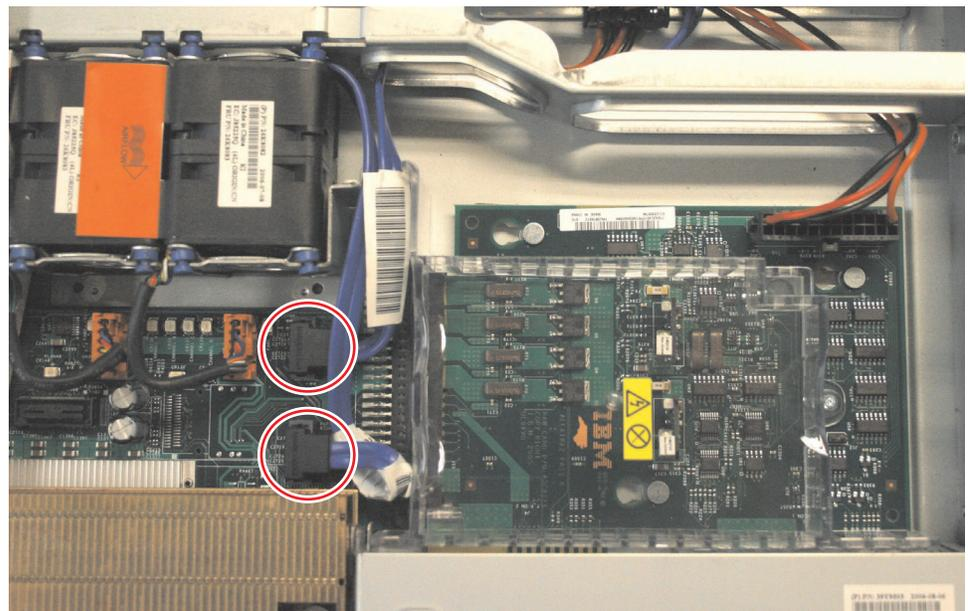

図 122. SAN ボリューム・コントローラー 2145-8G4 ディスク・ドライブ・バックプレーンコネクター
8. 図 122 に示すようにシステム・ボードから 2 本の青色の信号ケーブルを外し、電源機構バックプレーン・カードから電源ケーブルを外します。